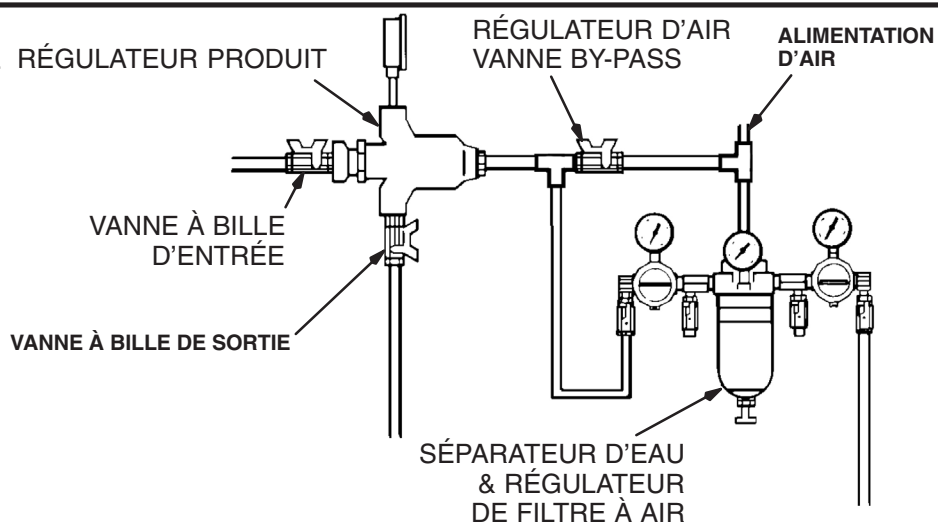
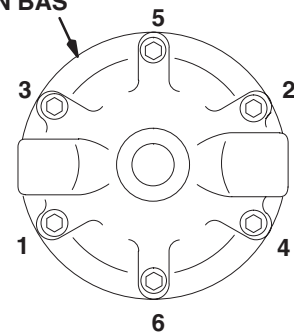

Fig. 2
Fig. 4
1. Démarrer la pompe et ouvrir la vanne à bille à l'entrée du régulateur produit pour permettre l'arrivée du produit au régulateur. Voir Fig. 2.
2. Fermer la vanne à bille à l'entrée d'air du régulateur. Voir Fig. 2.
5. Sortir le raccord tournant (23) et le ressort (40) du corps du régulateur.
6. Démonter la bille (20), le siège (16) et le joint (15). Voir Fig. 4.
9. Retirer la membrane (22) et le joint (26).
10. Enlever le ressort (3), la tige de vanne (9) et le joint (21) du carter de la tige (18).
12. Mettre le carter de tige (18) dans un étau. Placer le joint (26), la membrane (22) – le côté en *PTFE blanc tourné vers le carter inférieur*, et la rondelle (17) un par un sur le carter de la tige (18). Les fixer à l'aide de l'écrou (13). Serrer l'écrou sur le carter de la tige à un couple de 28–47 N.m.
13. Monter la tige de vanne (9), le ressort (3), le joint (21) et la vis de fixation (10) sur le carter de la tige (18). S'assurer que la languette sur la tige de vanne (9) pénètre bien dans l'orifice de la vis (10).
15. Remonter les pièces assemblées dans le carter (6).
16. Sur le modèle 214980, serrer le raccord de conduite d'air (29) sur le chapeau (7). Serrer à 28–47 N.m.
17. Monter le chapeau (7). Serrer les six vis (1) dans l'ordre indiqué à la Fig. 4, **Vue du dessous**, et au couple indiqué.
18. Monter le joint (15), le siège de vanne (16) et la bille (20) sur le carter (6).